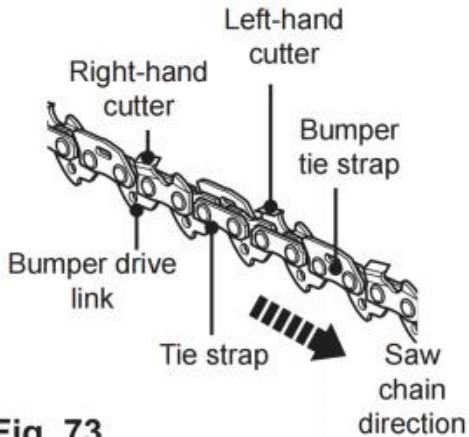

Fig. 73
2. Der Höhenunterschied zwischen Zahn und Kieferkamm entspricht dem Schnitt Tiefe. Beim Schärfen der Sägekette (C12) ist Folgendes zu beachten: die folgenden Punkte (Abb. 73).